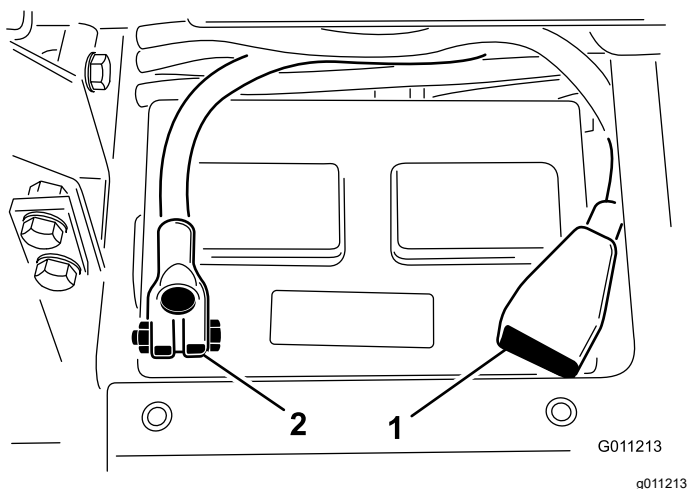

Figure 5
5. Installez le câble positif (rouge) sur la borne positive (+) de la batterie, et fixez-les avec un boulon en T et un écrou (Figure 5).
6. Installez le câble négatif (noir) sur la borne négative (-) de la batterie et fixez-les avec un boulon en T et un écrou (Figure 5).